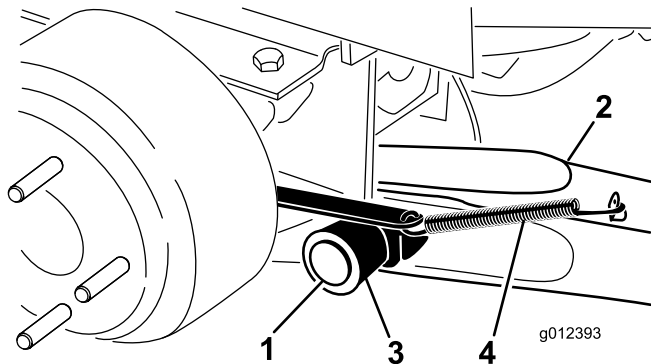

Bild 3
4. Befestigen Sie einen Hubarm mit einem Schwenkstift und einem Splint an der Schwenkhalterung (Bild 3). Montieren Sie den Hubarm so, dass die Biegung nach außen zeigt.
5. Haken Sie die Bremsrücklauffeder in die Lasche am Hubarm ein (Bild 3).